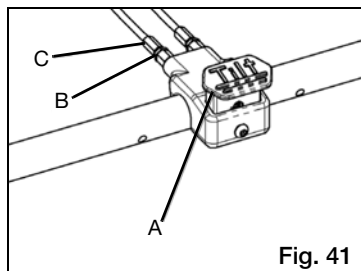

Fig. 41
- Libere el pedal de basculación de pie (Fig. 41:A).
- Utilizando dos llaves de 10mm, afloje la tuerca (Fig. 41:B) mientras sostiene el ajustador (Fig. 41:C) en su sitio. Repita en el cable opuesto.